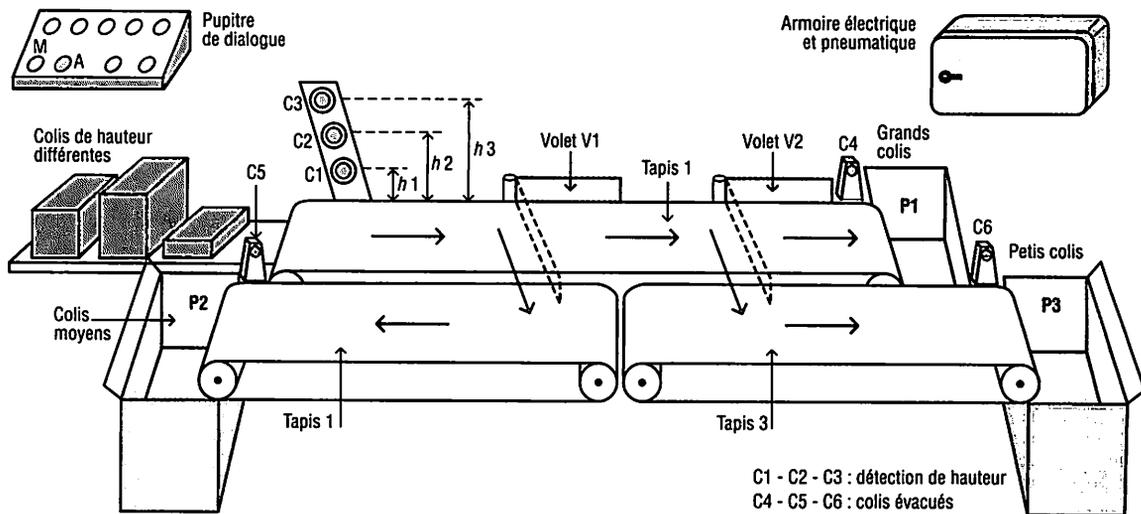

Fig. 1 : Système de tri de colis.
1.1. Représentation dans l'espace (fig. 1)